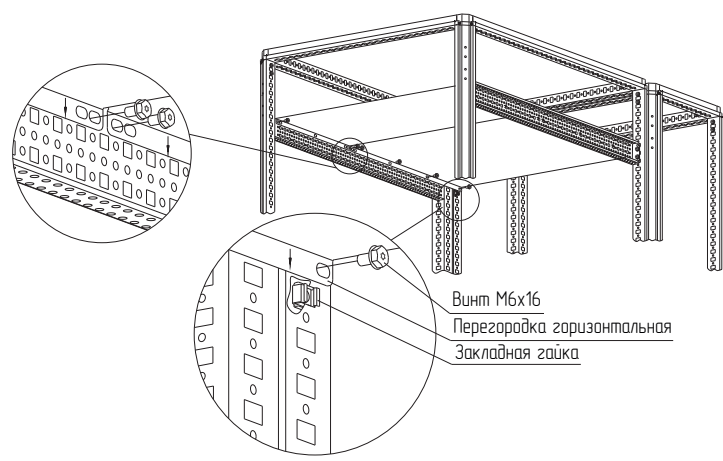

Рисунок 58
- вариант 2. Для этого установите рейки монтажные тип В на нужной высоте, установите закладные гайки в квадратные отверстия реек в места, соответствующие высоте и отверстиям перегородки, закрепите винтами М6х12 и шайбой (рисунок 58) Момент затяжки – 7 Н·м. Рейки и набор крепёжа в комплект не входят;